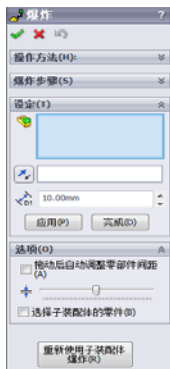

图 8-19 [爆炸] 属性管理器
2. 利用 [插入] | [爆炸视图] 菜单命令，此时系统弹出如图 8-19 所示的 [爆炸] 属性管理器。单击属性管理器中 [操作步骤]、[设定] 及 [选项] 各选项组右上角的箭头，将其展开。
3. 在 [设定] 选项组中的 [爆炸步骤的零部件] 一栏中，用鼠标单击图 8-19 中的要爆炸的零件，此时装配体中被选中的零件被亮显，并且出现一个设置移动方向的坐标。